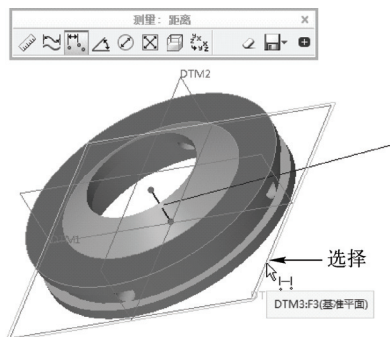

图 12-21 选择平面
STEP 03 弹出“测量：距离”工具栏, 按住〈Ctrl〉键的同时, 在模型的上表面和“DTM3”平面上依次单击鼠标左键, 如图 12-21 所示。